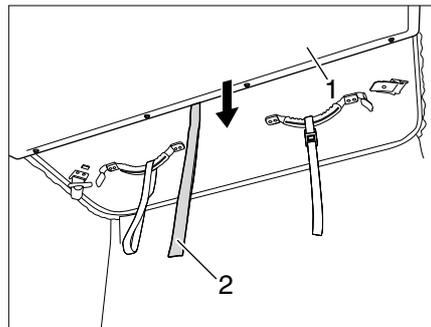

Bild 47 Liegefläche nach unten ziehen
- Liegefläche (Bild 47,1) am Gurt (Bild 47,2) nach unten ziehen.
- ▷ Vor dem Schließen des Aufstelldachs die Liegefläche (Bild 47,1) herunterziehen. Liegefläche und Aufstelldach **nicht** gleichzeitig herunterziehen.